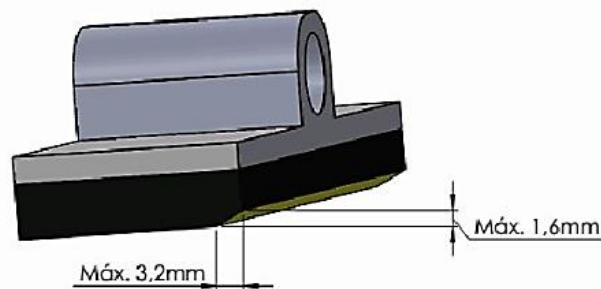

Figura 3 - Conjunto deslizante ilustrando o desgaste máximo admissível na borda de impacto
5.2.2. O desgaste na borda de impacto do controle deslizante não deve exceder 3,2 mm (1/8 pol.) no plano do controle deslizante ou 1,6 mm (1/16 pol.) vertical a ele, como ilustrado na Figura 3.